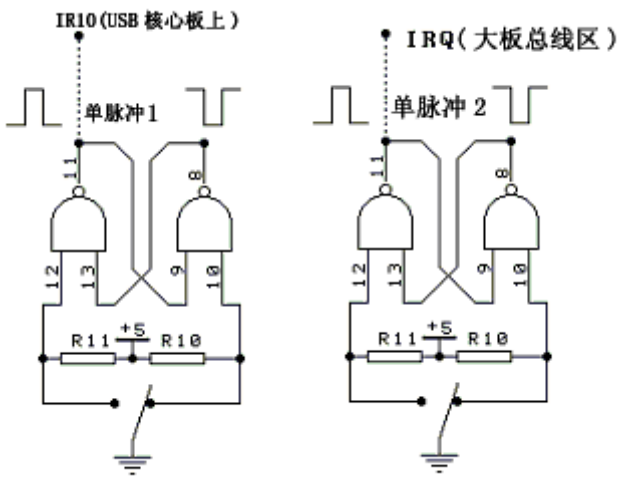

图4-12-1
- 1)、中断IRQ3实验，实验电路如图4-12-1，直接用手动产生单脉冲2作为中断请求信号（只需连接一根导线）。要求每按一次开关产生一次中断，在屏幕上显示一次“TPCA Interrupt! ”，中断10次后程序退出。
- 2)、中断IRQ10实验，实验电路如图4-12-1，用手动产生单脉冲1作为中断请求信号，每按一次开关产生一次中断，在屏幕上显示一次“ ”，中断10次后退出。
- 3)、中断嵌套实验，实验电路如图4-12-1，分别用手动产生单脉冲作为中断IRQ3和IRQ10的请求信号，申请中断IRQ3后，进入中断3程序，再申请高级中级IRQ10。